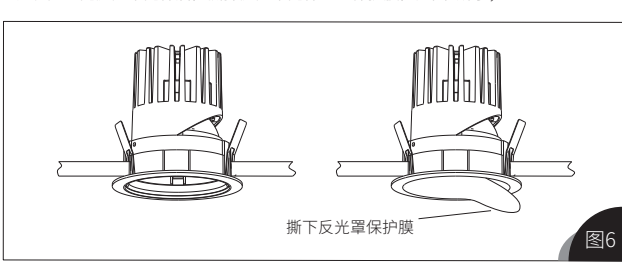

图6
7.安装完适配反光罩配件后，撕掉反光罩配件上的保护膜，如图6所示；